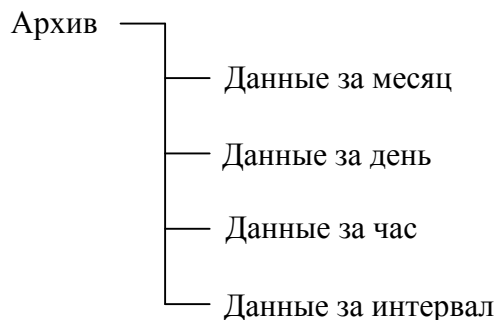

Рисунок 6
2.5.13 Пункт меню «Архив» предназначен для быстрого просмотра суммарных значений расхода за предыдущие 12 месяцев (рисунок 6).